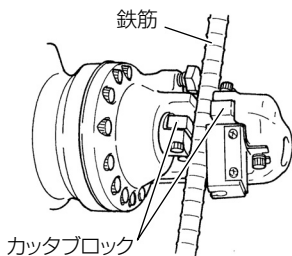

図 7
- (1) 鉄筋をカッタブロックの間に深くはさみます。(図7)